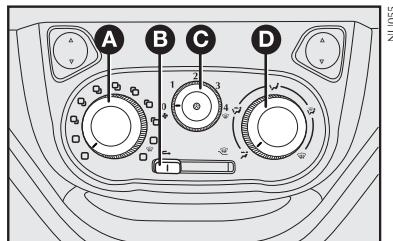

fig. 48
COMANDOS - fig. 48
1) Seletor para a temperatura do ar **A-fig. 48** totalmente posicionado à esquerda.
2) Seletor do ventilador **C-fig. 48** posicionado na velocidade máxima.
3) Seletor de distribuição do ar **D-fig. 48** apontado para ; controlar para que todas as saídas de ar estejam totalmente abertas.
4) Ligar o ar-condicionado apertando o seletor a partir da posição 1 **C-fig. 48** (a luz-espia no seletor irá acender).
O ar-condicionado é muito útil para acelerar o desembaçamento, pois desumidifica o ar. É suficiente regular os comandos para a função de desembaçamento e ativar o condicionador, apertando o seletor **C-fig. 48**.
1) Condicionador de ar ligado: seletor **C-fig. 48**.